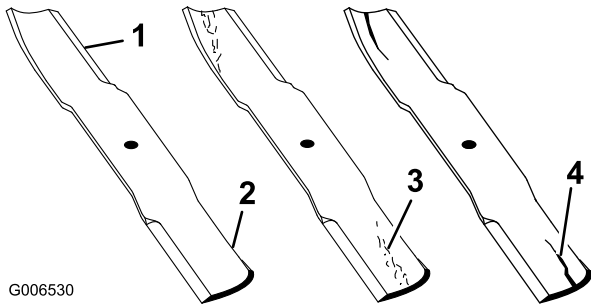

Figure 79
1. Examinez le tranchant des lames (Figure 79).
2. Inspectez les lames, surtout la partie relevée (Figure 79). Remplacez immédiatement toute lame endommagée, usée ou qui présente une entaille (Figure 79).